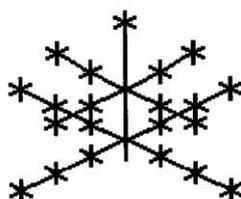

Рис. 16
**48. Как называется структура, схема которой представлена на рис. 16?**